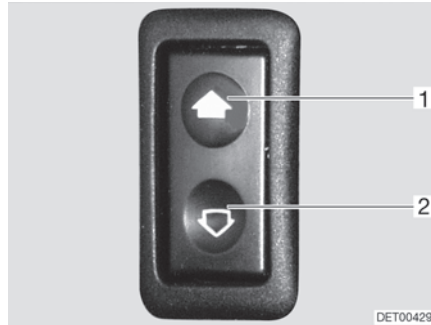

Bild 36 Schalter für elektrischen Fensterheber
- Öffnen:* ■ Schalter unten (Bild 36,2) drücken.
- Schließen:* ■ Schalter oben (Bild 36,1) drücken.